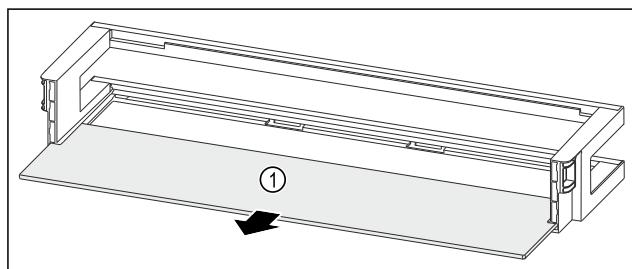

Fig. 50 Дверная полка со съемной полкой
- Извлеките съемную полку Fig. 50 (1).